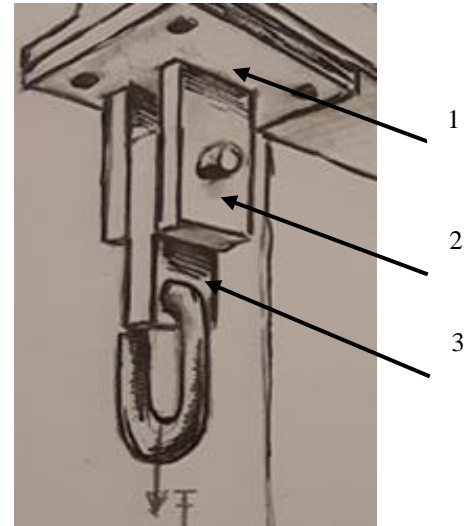

Abbildung 3
6. Erstellen Sie für die Fertigung der Bauteile 1, 2 und 3 (Abbildung 3) normgerechte Fertigungszeichnungen mit allen für die Fertigung notwendigen Angaben. Alle Maße sind frei wählbar.